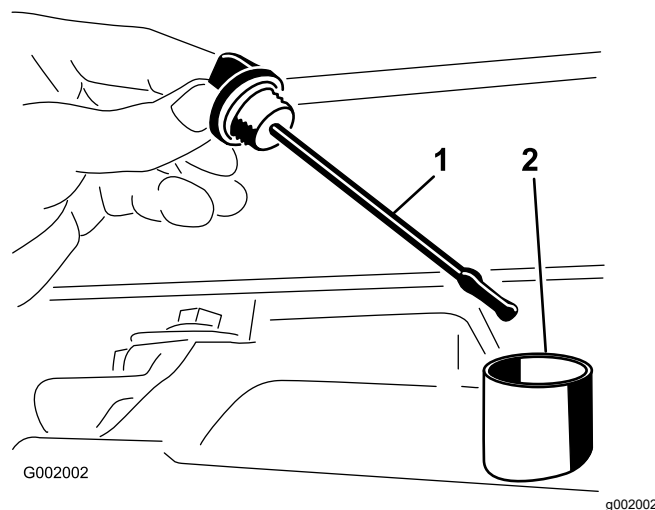

Figure 54
2. Retirez la jauge de la boîte-pont et essuyez-la sur un chiffon propre (Figure 54).